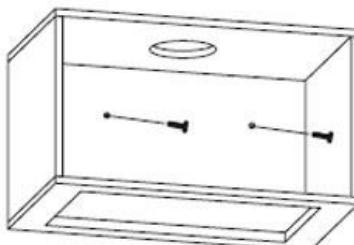

Рис. 4
- После определения положения и высоты вытяжки закрепите два винта ST40\*30 мм в корпусе сбоку от стены. Убедитесь, что левое и правое крепления могут висеть на шурупах в стене. Смотрите рис. 4.